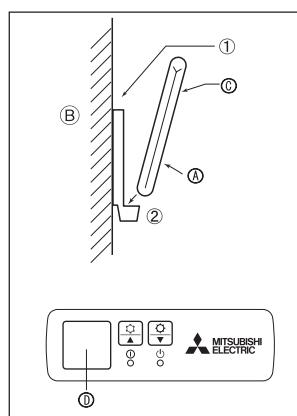

Fig. 6-5
2) Método de instalação (Fig. 6-5)
① Fixe o suporte do controlo remoto no local desejado com dois parafusos de derivação.
② Coloque a extremidade inferior do controlo remoto no suporte.